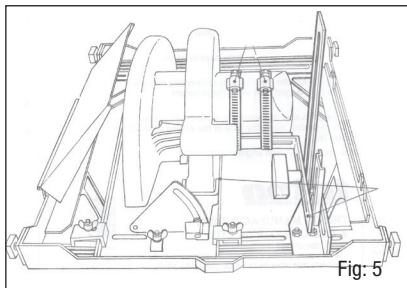

Fig: 5
9. Als de zaag vlot over het volledige bereik kan worden ingesteld, maakt u de T-knop los en spannt u de slangklemmen (D) volledig aan. Span ze niet te vast aan, anders bestaat de kans dat de behuizing van de motor wordt beschadigd.
10. Zorg er ook voor dat arm van de motorbeugel (E) die naar voren wijst evenwijdig is met de rand van de voetplaat van de zaag, zie Fig 5.